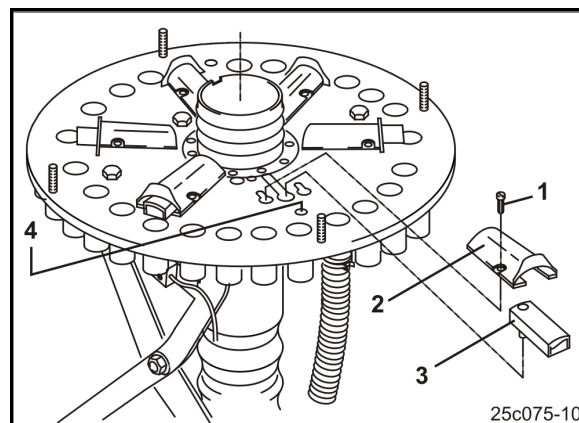

Рис. 125
В случае ненадобности заслонки (Рис. 125/2) деактивируйте.
5. Открутите болты (Рис. 125/1) lösen.
6. Удалите туннель заслонки (Рис. 125/2) entfernen.
7. Заслонка (Рис. 125/3) установлена, как изображено, в направляющей.
8. Поверните заслонку (Рис. 125/3) и вставьте в отверстие (Рис. 125/4).
9. Прикрутите шахту для заслонок (Рис. 125/2) на монтажной пластине.